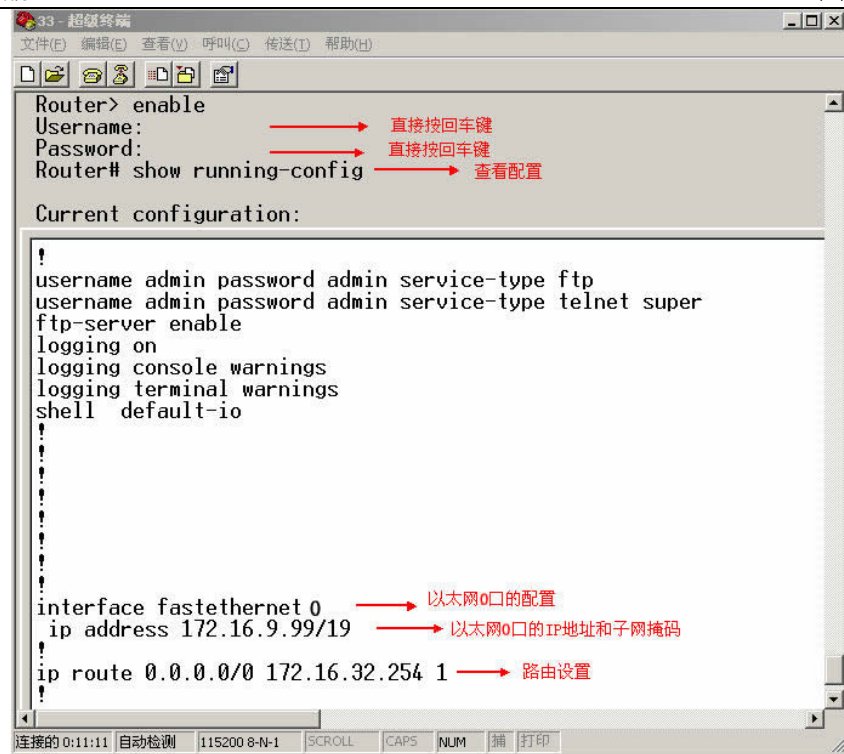

图6-4 查看配置
- 进入系统，提示为：Router# 。可以通过 show running-config 命令查看当前设备的配置信息，如图 6-4 所示。